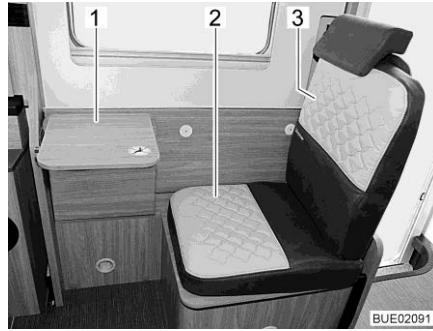
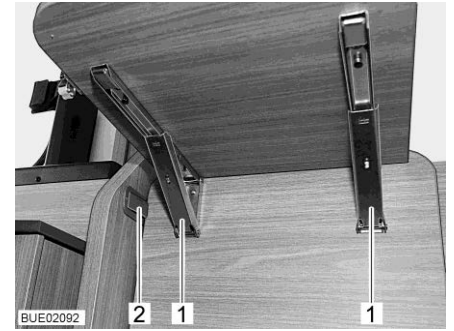

Fig. 28 Sedile supplementare con tavolo ribaltabile
Fig. 29 Fermi sul tavolo ribaltabile
- Posizionare il cuscino del divano fornito in dotazione (Fig. 28,2) e il cuscino dello schienale (Fig. 28,3).
- Ruotare verso l'alto la parte anteriore del divano, fino a che il fermo in plastica (Fig. 29,2) non si innesta.
- Ribaltamento del piano del tavolo verso il basso: Sbloccare i due fermi (Fig. 29,1) e ruotare verso il basso il piano del tavolo (Fig. 28,1).